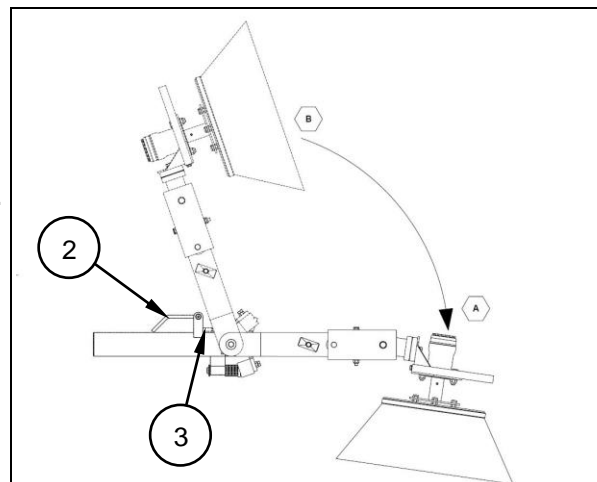

Fig. 4.15
- Hebel (2) aus der Arretierung (3) ziehen, dann den Seitenkehrbesen von B nach A schwenken (Fig. 4.15).